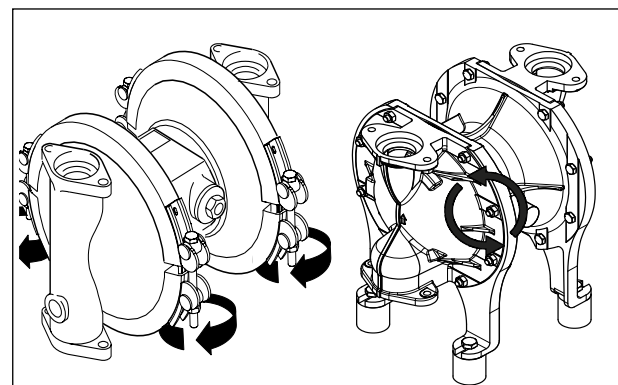

Fig. 9: Aprire le fascette o svitare le viti (con pompe in esecuzione avvitate).
- Staccare gli espansori (per evitare che i dadi e i perni in acciaio inox si blocchino, eventualmente lubrificare) (Fig. 9). Nelle versioni in acciaio inox lucidato (DB, DH), aprire il collegamento a vite del raccordo milchrohr.